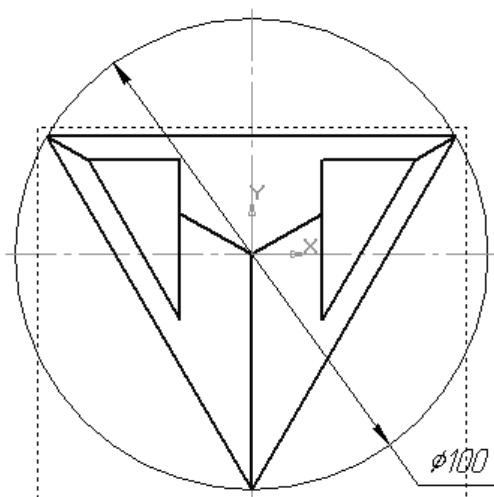

Рисунок 4. 8 – Діаметральний розмір
14. На поверхні основи деталі вказуємо площину (вона підсвітиться зеленим кольором), на якій розташовано циліндр (рис. 4. 16).